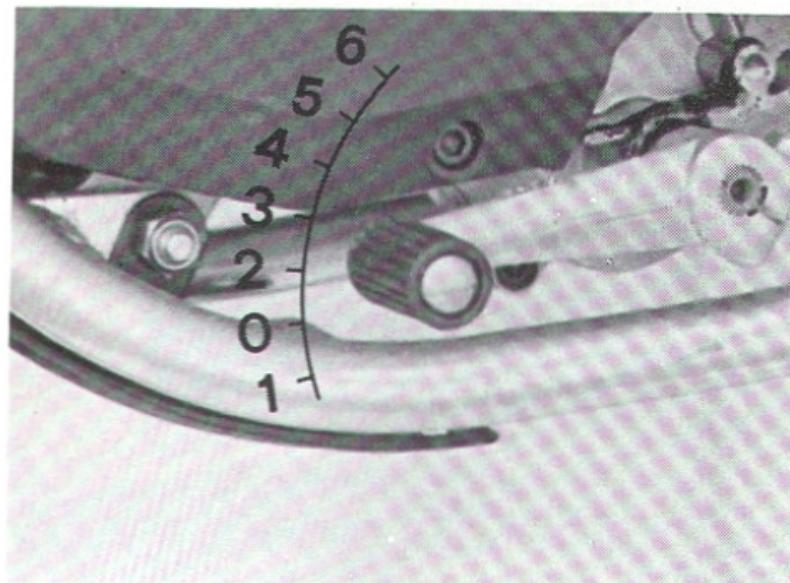

Fig. 11 - Cambio
- mettere il cambio in posizione di folle (Fig. 11)
- tirare a fondo la leva della frizione e innestare la 1a marcia (pedale verso il basso Fig. 11)